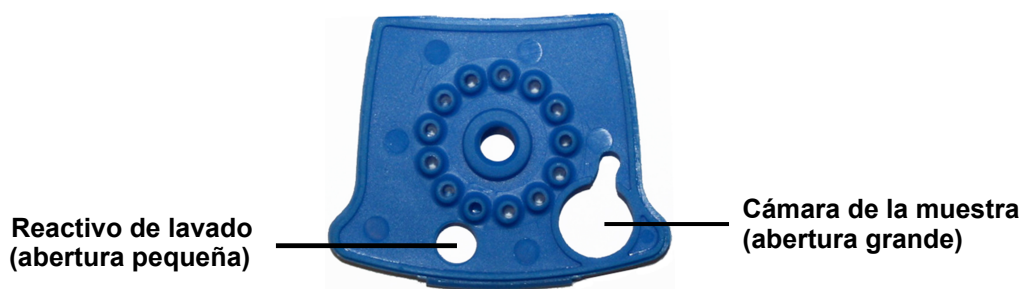

Figura 1. Cartucho de Xpert NPM1 Mutation (Vista superior)
3. Levante la tapa del cartucho para abrirlo y transfiera el contenido completo de una (1) ampolla de reactivo de lavado a la cámara del reactivo de lavado (que tiene la abertura pequeña). Consulte la Figura 1.
4. Pipetee todo el contenido de la muestra preparada (4,5 ml) en la cámara de muestras (abertura grande). Consulte la Figura 1.